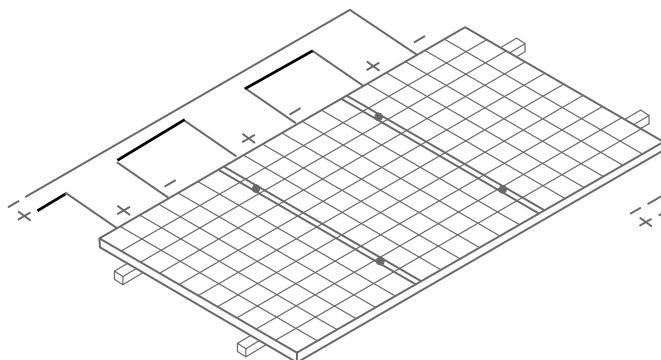

图 8 串联方式
- 不要在同一太阳能光伏系统中使用不同型号的组件。当组件串联在一起时，每串的电压不能超过系统最大电压（串联方式如下图 8）。组件最大串联数参考公式：组件最大系统电压/(1.3*开路电压)。